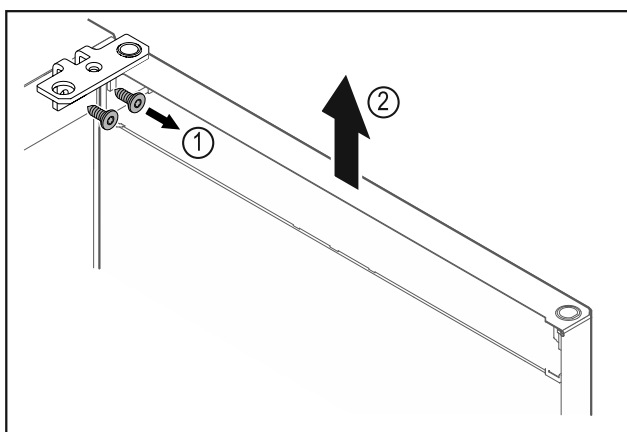

Fig. 9
- ▶ Skru av hengselvinkelen Fig. 9 (1).
- ▶ Løft døren og hengselvinkelen Fig. 9 (2) ca. 200 mm rett opp, og ta den av.